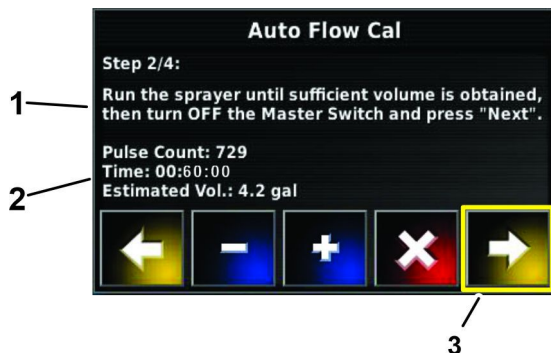

Bild 171
5. Stellen Sie im Schritt 2 von 4 im Assistenten für die automatische Durchflusskalibrierung, wenn der Zeitgeber 60 Sekunden erreicht (Bild 171), den Hauptabschnittsschalter der Maschine auf die Aus-Stellung.
7. Tippen Sie in Schritt 2 von 4 des Assistenten für die automatische Durchflusskalibrierung auf das Weiter-Symbol (Bild 171).